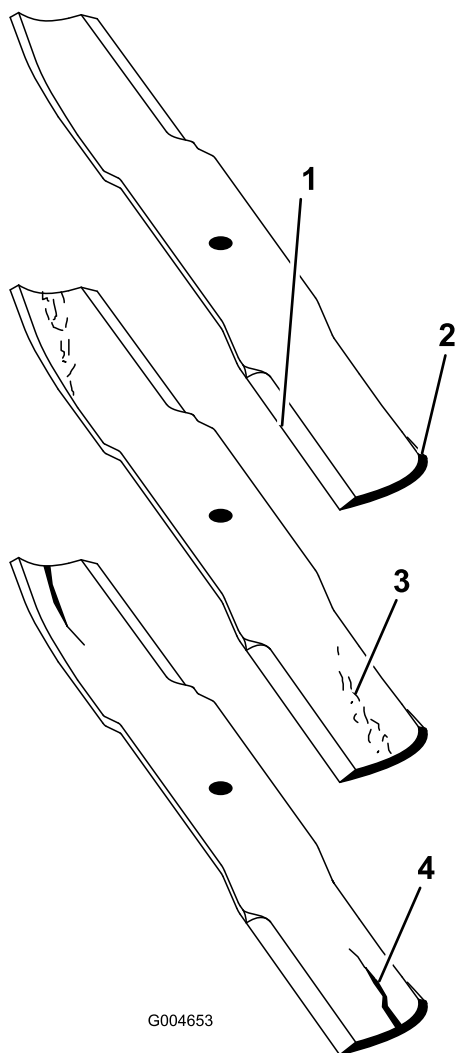

Bild 65
1. Untersuchen Sie die Schnittkanten (Bild 65). Entfernen und schärfen Sie die Messer, wenn die Schnittkanten nicht scharf sind oder Auskerbungen aufweisen. Siehe Schärfen der Messer“.
2. Untersuchen Sie die Schnittmesser, insbesondere den flachen Bereich (Bild 65). Wenn Sie Schäden, Verschleiß oder Rillenbildung in diesem Bereich feststellen (Bild 65), sollten Sie sofort ein neues Schnittmesser einbauen.